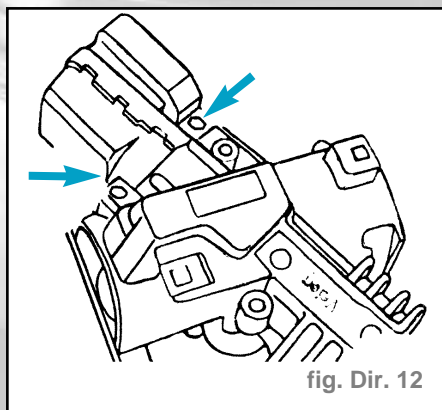

fig. Dir. 12
- Enlever le vernis d'arrêt et déposer les vis sans tête (fig. Dir. 12).